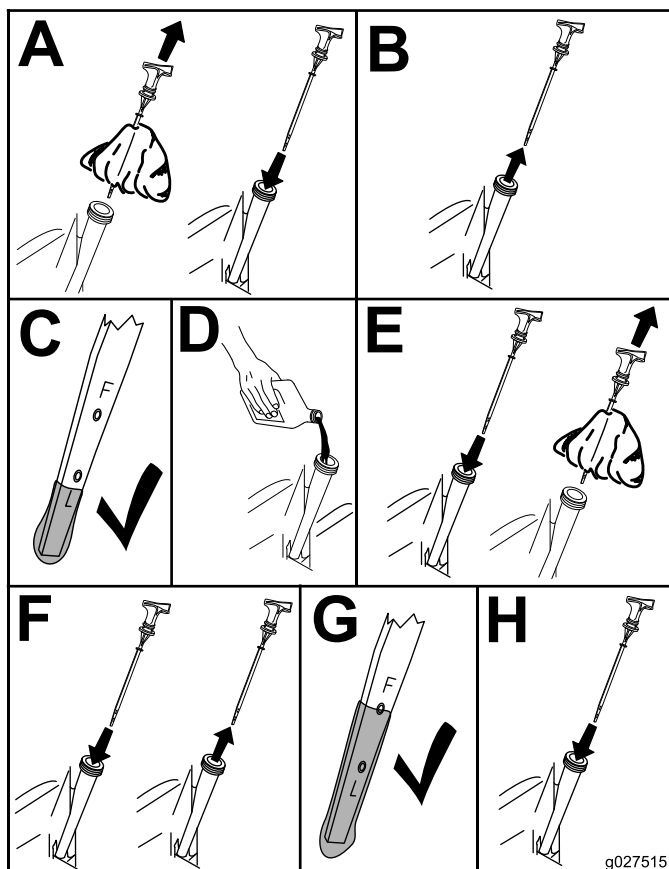

Figura 21
4. Compruebe el nivel de aceite del motor como se muestra en Figura 21.